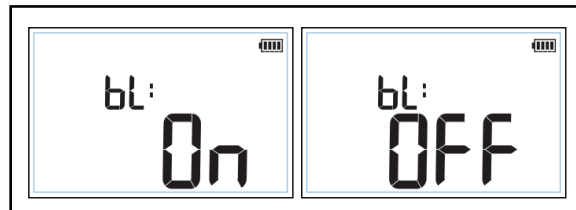

Figure 4. Réglage du rétroéclairage
1. Appuyez sur **SETUP** jusqu'à ce que **bl:** s'affiche à l'écran. Voir la Figure 4.